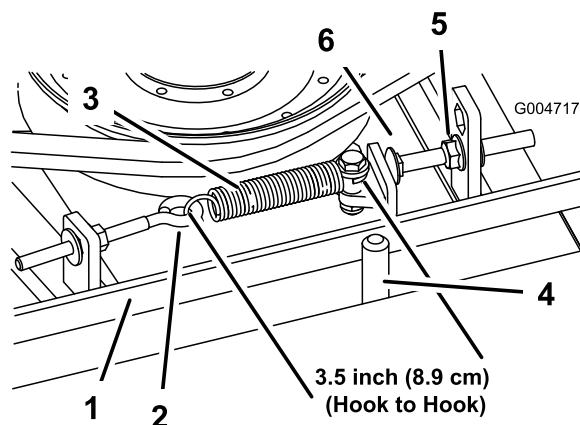

Figura 94
tonda) fino ad ottenere un gioco di 2 - 5 mm tra la testa del bullone ed il braccio di rinvio (Figura 94).
Nota: Verificate che la cinghia si trovi dal lato molla del guidacinghia (Figura 94).
2. Allentate il bullone ad occhio per consentire la rimozione della molla di prolunga (Figura 94).
3. Allentate il dado flangiato che fissa il bullone di arresto all'aletta di montaggio e spostate la puleggia tendicinghia dalla cinghia per rilasciare la tensione (Figura 94).
9. Collegate la molla di prolunga (Figura 94) al bullone ad occhio e tendete la cinghia come segue: